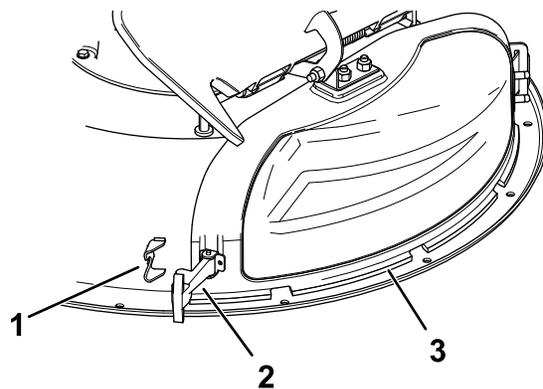

Figure 12
3. Dégagez le loquet à poignet flexible de la gâche sur le couvercle d'éjection et faites pivoter ce dernier sur la droite (Figure 12).
- Fixez le couvercle d'éjection au plateau de coupe en accrochant le loquet à poignée flexible du couvercle d'éjection à la gâche sur le plateau de coupe (Figure 12).